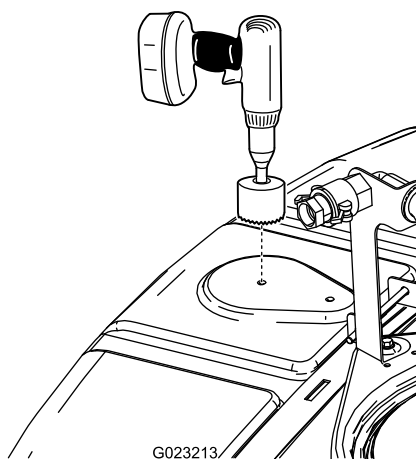

Figura 13
1. Individuate la posizione anteriore sull'estremità superiore del serbatoio come illustrato nella Figura 13.
2. Utilizzate una sega a tazza di 9 cm per realizzare un foro in corrispondenza del segno di foratura (Figura 13).